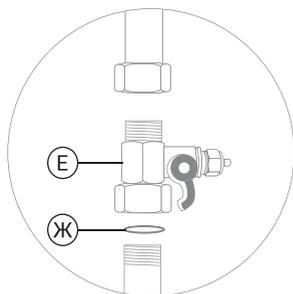

Рис. 14
1. Установите адаптер-вентиль (Е) между магистралью холодной воды и гибкой подводкой вашего смесителя. Уплотните соединение адаптера-вентиль с магистралью при помощи поставляемого в комплекте уплотнительного кольца (Ж) (рис. 14).